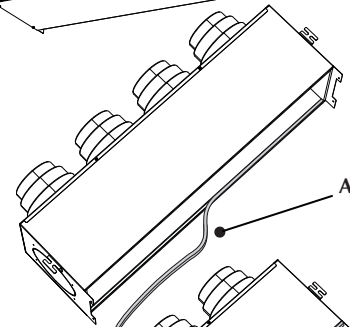

Fig. 2
- Pegue el lado adhesivo de la junta aislante más corta (A) en el pliegue interno del panel de cierre (fig. 2).
- Pegue el lado adhesivo de las dos juntas más largas en el lado externo de los pliegues (B) (fig. 2).